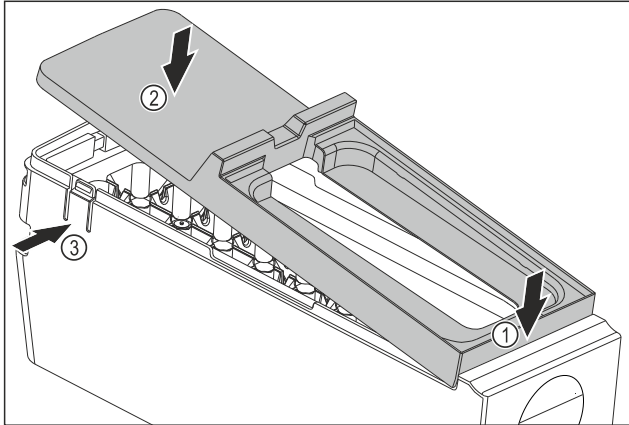

Fig. 124
- ▶ Abdeckung des EasyTwist-Ice-Korpus montieren: Abdeckung vorne ansetzen. Fig. 124 (1)
- ▶ Abdeckung hinten absenken. Fig. 124 (2)
- ▷ Abdeckung rastet hörbar in beiden Laschen Fig. 124 (3) ein.